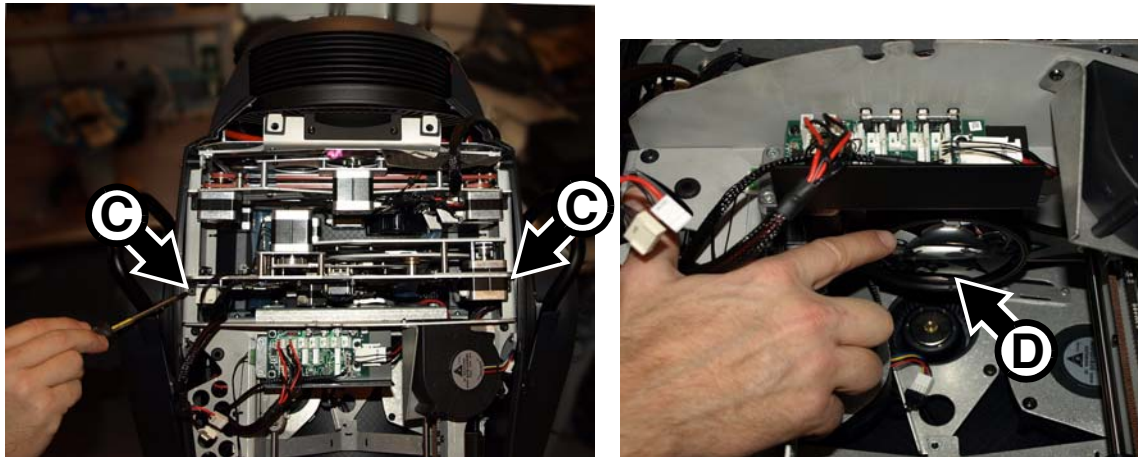

Figure 21: Vis de fixation du module et équipage mobile de mise au net
5. Voir Figure 21. Désérrez les deux vis Torx 20 du module d'effets **C** et glissez l'équipage mobile de mise au net **D** vers l'avant de l'appareil.